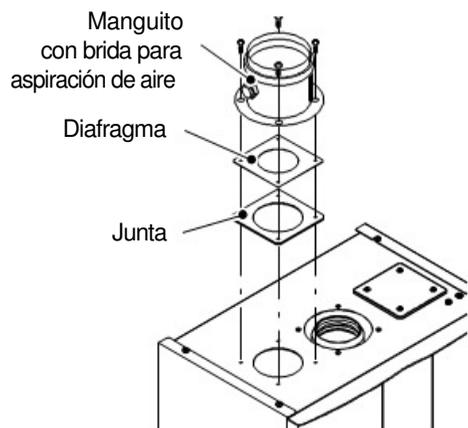
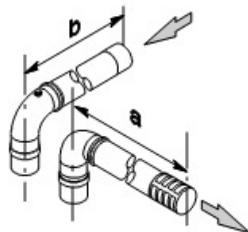

Figura 5.9
Figura 5.11
Kit de conductos desdoblados para aspiración y evacuación Ø 80 mm (Figura 5.9) - (Figura 5.10) - (Figura 5.11)
**Nota:** cuando se usa una salida de humos desdoblada con la caldera, es necesario montar entre la caldera y el manguito de aspiración de aire el diafragma de Ø 50 mm (Figura 5.9).